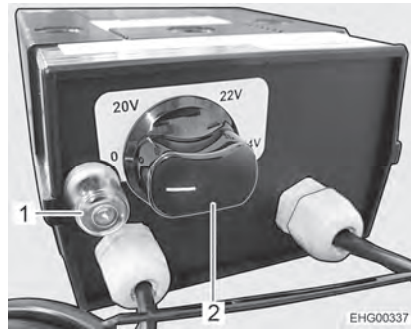

Bild 126 Regler für elektrische Fußbodenerwärmung
- Den Drehregler (Bild 126,2) auf die gewünschte Heizstufe drehen.
- Den Drehregler (Bild 126,2) auf Stellung "0" drehen.
Wenn der Regler überlastet wird, spricht der Überlastungsschutz an. Der Stift (Bild 126,1) springt heraus.
- Den Stift (Bild 126,1) am Überlastungsschutz eindrücken, wenn der Regler abgekühlt ist.